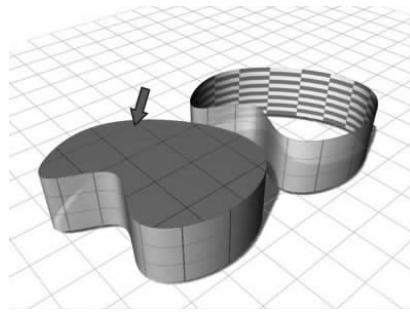

图 5-76 创建封口曲面▲
- **□(创建封口曲面)**: 创建封口闭合曲线或闭合曲面边的曲面, 如图 5-76 所示。